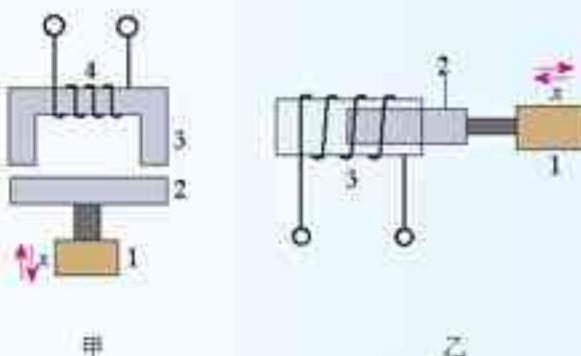

图6.1-11 电感式位移传感器
1. 图6.1-11是两种电感式微位移传感器的原理图。图甲中，1是待测的物体，2是可以平移的软铁芯，3是固定的软铁芯，2、3之间的空气间隙随着物体的位移改变，铁芯3上绕有线圈4。乙图中，3是空心线圈，1是待测的物体，软铁芯2插在线圈3中并且可以随着物体1在铁芯中平移。